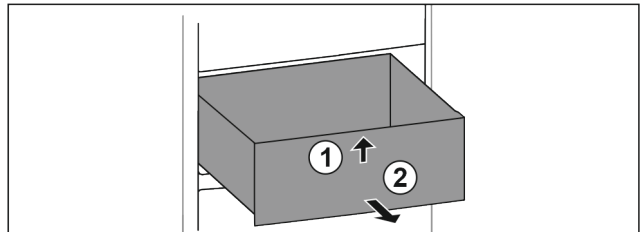

Fig. 23
- ▶ Sollevare il cassetto dal davanti. Fig. 23 (1)
- ▶ Rimuovere il cassetto tirandolo in avanti. Fig. 23 (2)